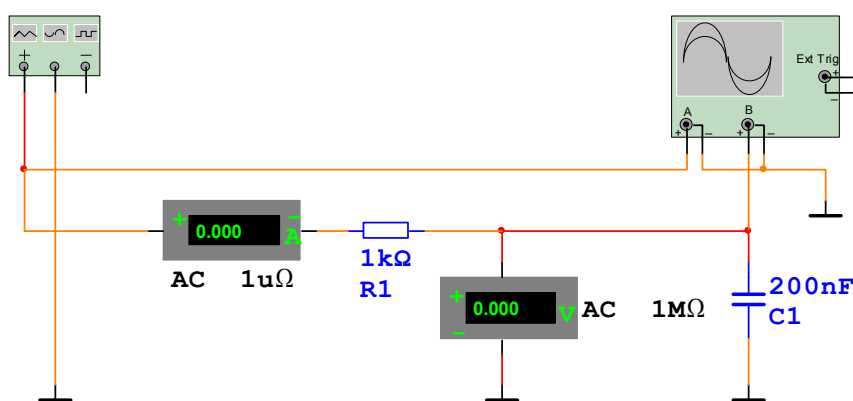

Рис.1.3.
1.2.9. Соберите схему для проверки закона Ома в цепи переменного тока, приведенную на рис.1.3. Установите сопротивление резистора **R1** 1 кОм и емкость конденсатора **C1** 0.2 мкФ.